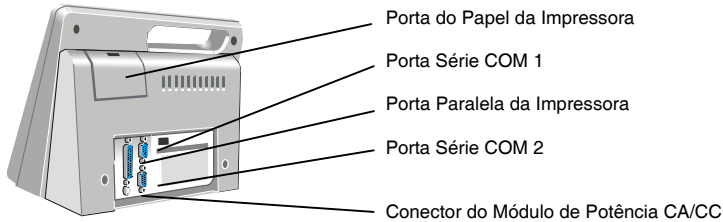

Figura 2. Localização dos Conectores
Pode ser usado com o sistema um computador de laboratório compatível com a IBM e uma impressora externa paralela ou de série. As portas de conexão para estes periféricos estão localizadas na parte de trás do instrumento (Figura 2).
2. Ligar uma das pontas do cabo da impressora à porta que diz PRINTER (IMPRESSORA) (para uma impressora paralela) ou COM 1 ou COM 2 (para uma impressora em série) (Figura 2).
2. Ligar uma extremidade do cabo à porta marcada COM 1 ou COM 2 (Figura 2).
2. Ligar o cabo do Módulo de Potência CA/CC ao conector de energia (Figura 2).